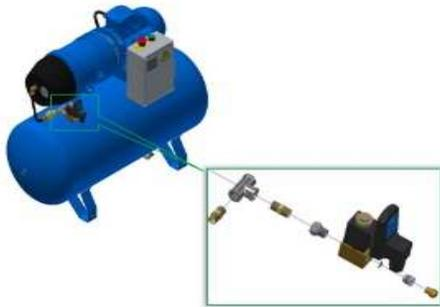

Fig 6.4 Solution pour faible consommation avec PURS
6.3 Solution de faible fonctionnement LDS-05-000 (Fig. 6.4)